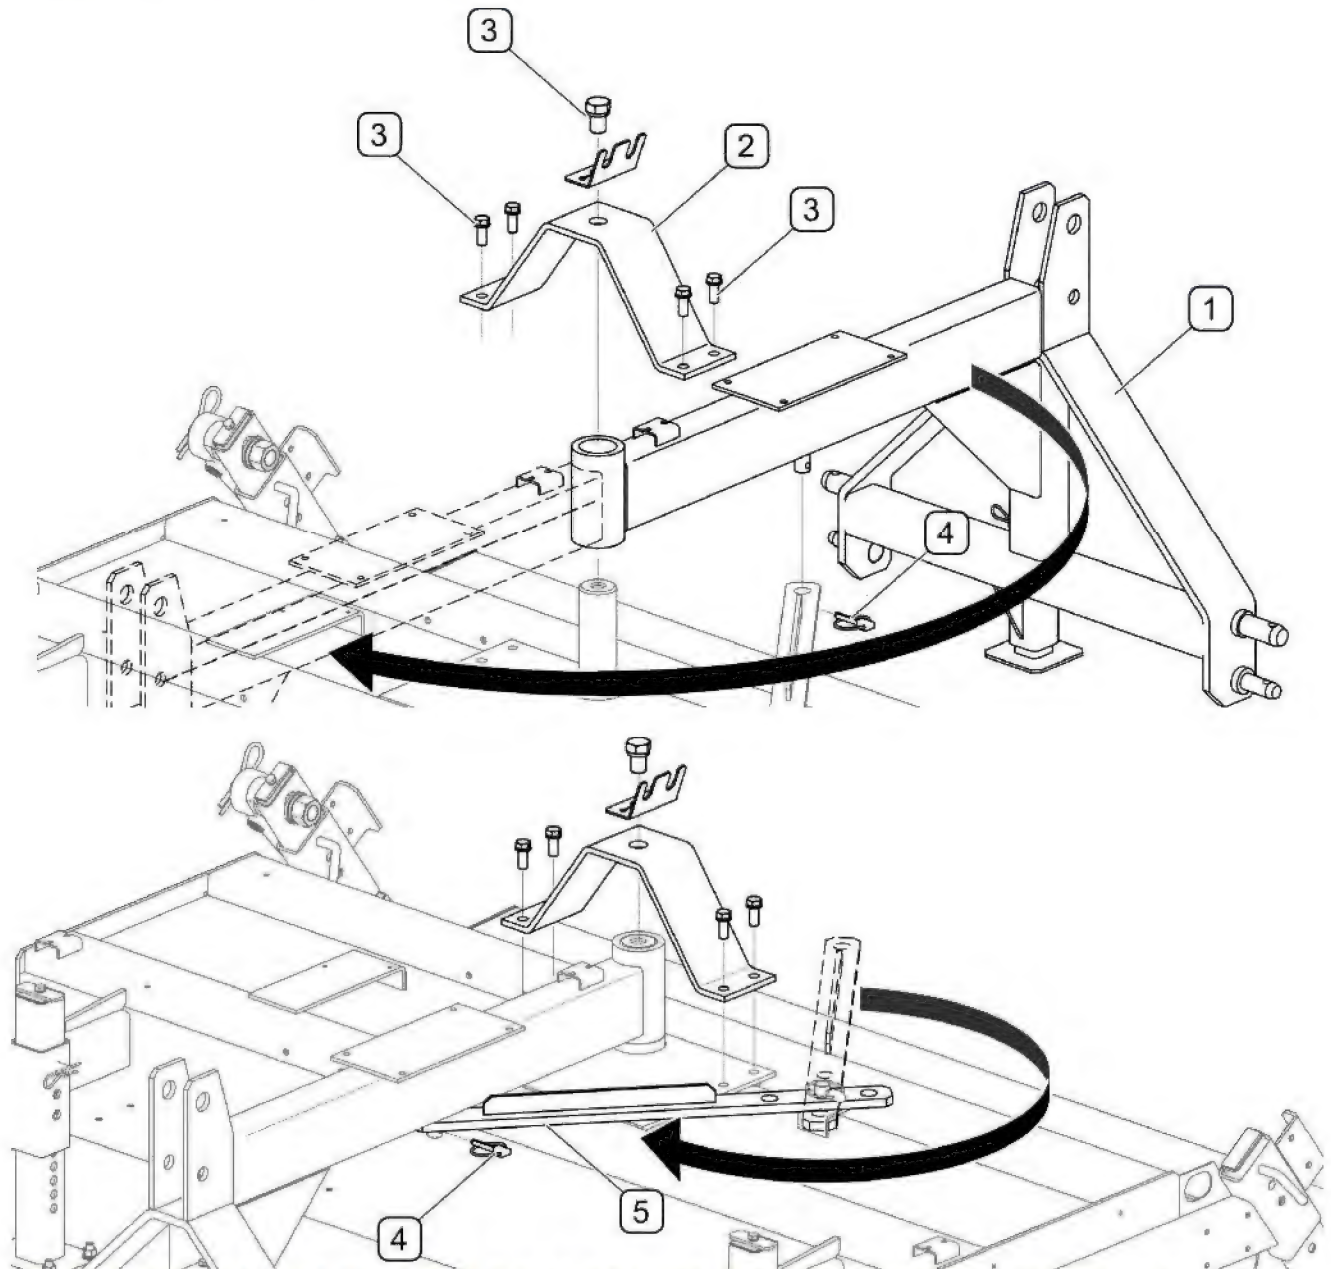

FIGURE 4.9A MONTAGE DE LA BALAYEUSE POUR LE TRAVAIL AVANT LE VEHICULE PORTEUR
(1) - cadre du système d'attelage; (2) - support du tourillon principal; (3) - vis de fixation du support; (4) - goupille fendue; (5) - bande;
Pour adapter la balayeuse au travail avant le véhicule porteur (FIGURE 4.9A) il faut enlever la goupille fendue (4) bloquant la bande (5), dévisser No 5 vis (3) de fixation du support (2) tourillon principal et tourner le cadre (1) du système d'attelage de 180° et puis visser le support (2). Tourner la bande (5), monter les cadres du système d'attelage et insérer la goupille fendue (4). Ne pas oublier que pour les balayeuses avec le système d'arrosage le tuyau d'eau raccordant la pompe d'eau avec la bande des arroseurs doit être remplacé avec un tuyau plus long.